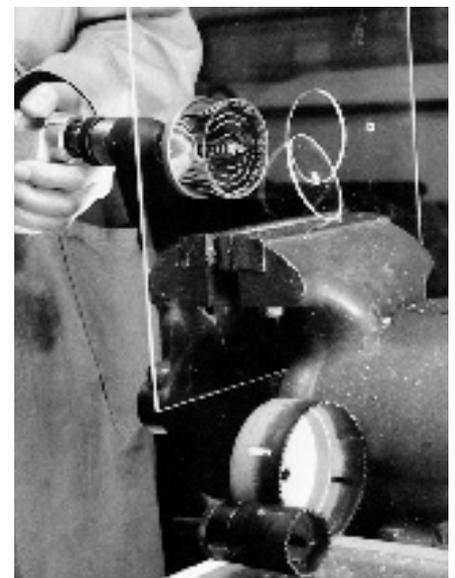

Abb. 17: Sägeglocke und Lochsäge
- Sägeglocke und Lochsäge (Abb. 17)